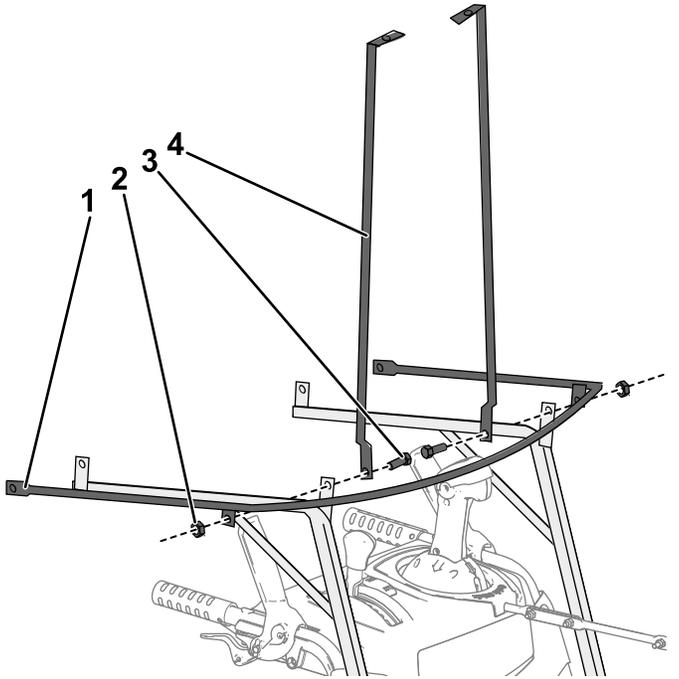

Figure 2
3. Installez les montants avant et le cadre horizontal sur les supports de fixation gauche et droit, comme montré à la Figure 2.